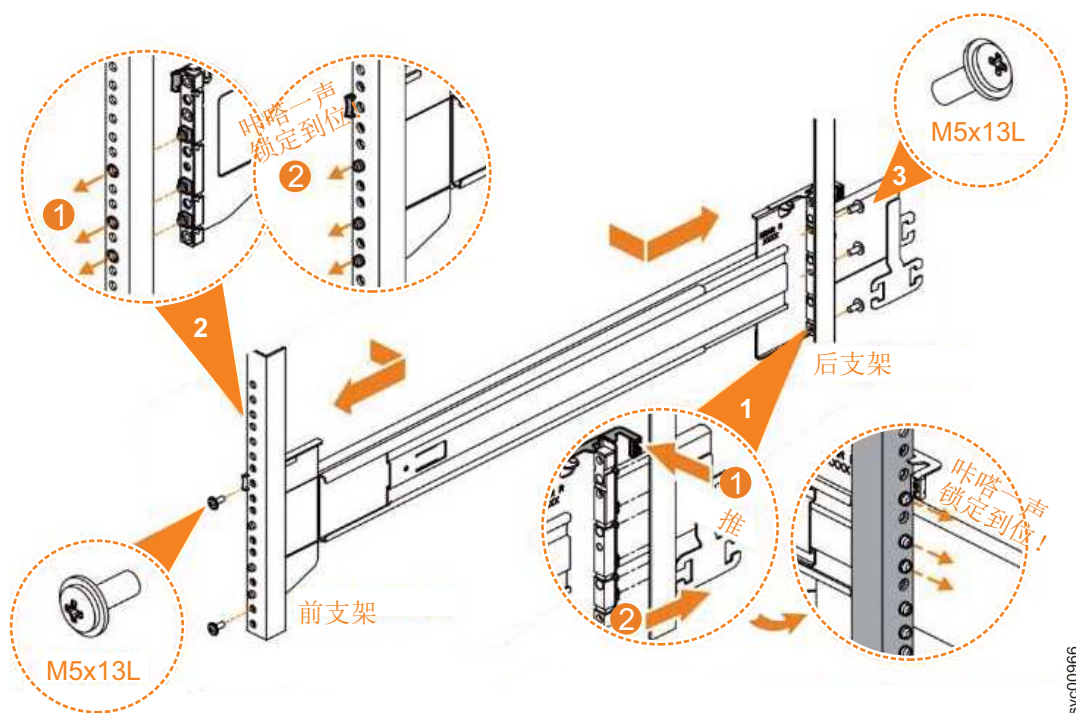

图 36. 将导轨组合件安装到机架中
6. 使用 M5 螺钉将外部导轨构件和支架组合件安装到机架中，如图 36 中所示。